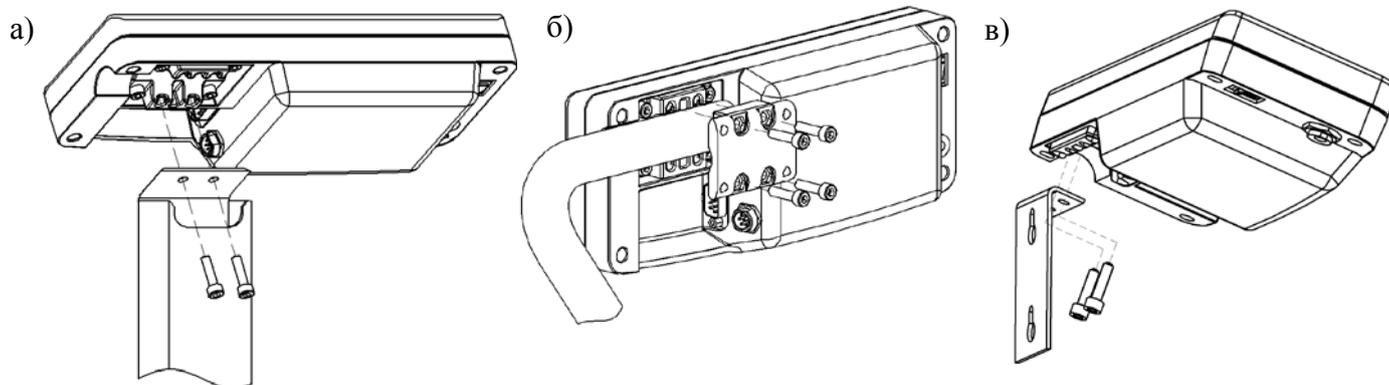

Рис. 6.4 - Варианты крепления устройства индикации:
Варианты крепления устройства индикации приведены на Рис. 6.4.
- Подсоединить двумя винтами M5×20 кронштейн к устройству индикации (Рис. 6.4а).
- Закрепить устройство индикации на стойке кронштейном, затянув четыре винта М5×30 с небольшим усилием (Рис. 6.4 б).
- Закрепить двумя винтами М5×20 устройство индикации на стойке (Рис. 6.4). Излишек кабеля заправить в стойку.